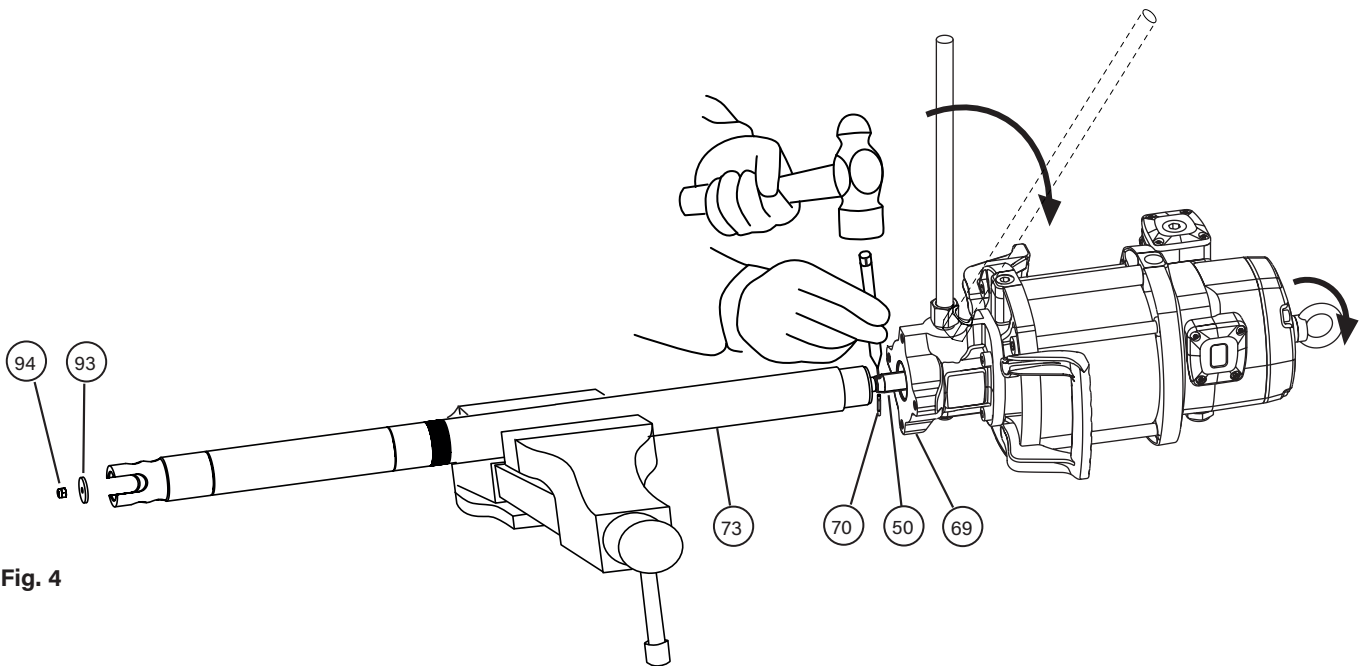

Fig. 4
1. Fix the pump in a vise in horizontal position (fig. 4). Gently tap the upper tube with a hammer (73) close to the body (69) in order to break the thread locker.
2. Unscrew the nut (94) and remove the primer (93).
4. Once unscrewed, pull the motor away until the elastic pin (70) into the rod (49) becomes visible. With a hammer and a suitable pin punch, eject the pin (70). The motor becomes loose.
1. Fije la bomba en posición horizontal en una mordaza (fig. 4). Dé unos golpes con un martillo en el tubo superior (73), cerca de la unión con el cuerpo (69) para romper el sellador de rosca.
2. Desenrosque la tuerca de cebador (94) y desmonte éste (93).
4. Una vez desenroscado, tire del motor hasta ver el pasador (70) del vástago (49). Con un martillo y un botador, saque el pasador (70). El motor queda suelto.